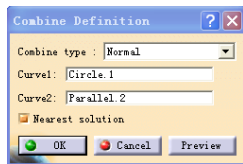

图 4-442
② 重复步骤①的操作, 在弹出的如图 4-442 所示对话框中的 Curve1 文本框中输入 Sketch.4, 在 Curve2 文本框中输入 Parallel.3, 单击 OK 按钮完成第二条相贯线的创建。